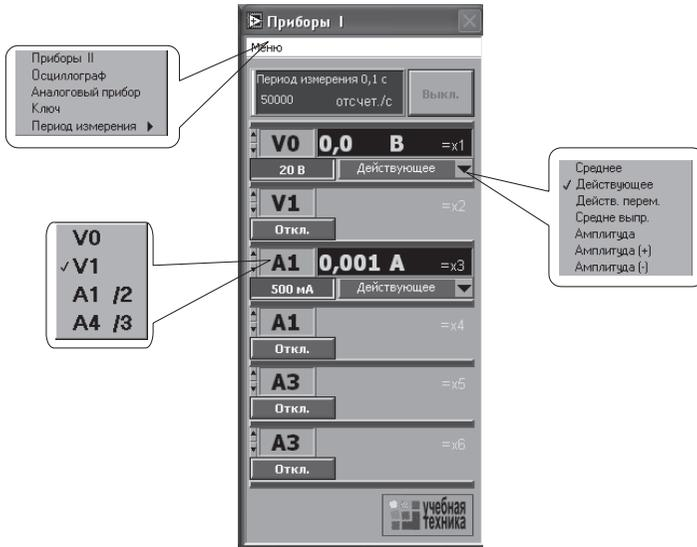

Рис. 7
- включите виртуальные приборы двойным щелчком левой кнопки мыши на ярлыке «ВП ТОЭ». В результате откроется блок «Приборы I» (рис. 7), в котором содержатся вольтметры и амперметры. Часть из них активизирована по умолчанию (т. е. включены пределы измерения);
- активизируйте нужные виртуальные приборы, щелкнув в соответствующих окнах на кнопках «Откл.». Для отключения прибора щелкните в окне предела измерения. Чем больше каналов задействовано в виртуальных измерениях тока и напряжения, тем ниже частота сканирования и меньше значений вводится в компьютер за период измерения. Период измерения, в течение которого производится ввод данных в компьютер, по умолчанию равен 0,1 с. Его можно изменить, открыв меню, как показано на рис. 7 и выбрав мышью строку «Период измерения»;